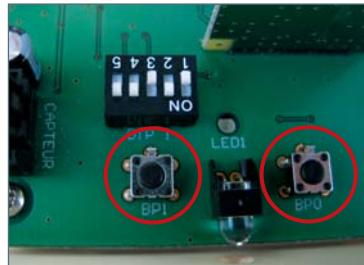

fig.2 - Sun™ & Confort™
- localice el botón pulsador 1 (BP1) en la tarjeta de la central de detección (fig.2).
- localice los botones pulsadores BP1 y BPO (fig.2).
- localice el botón pulsador BPO en la electrónica de Confort™ (fig.2)
- espere un minuto pulsando regularmente el BPO de su central de detección (fig.2).